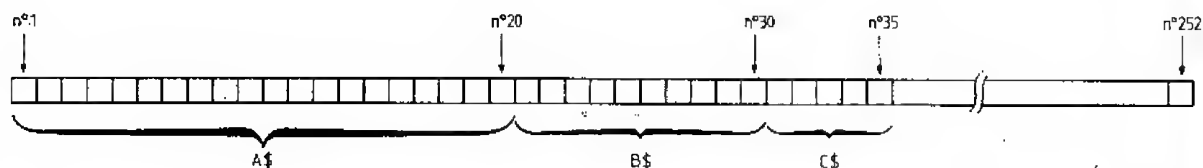

FIGURE 8. — Exemple d'affectation de chaînes de caractères au moyen de FIELD.
- FIELD # 1, 20 AS A\$, 10 AS B\$, 5 AS C\$ associera la variable A\$ aux 20 premiers caractères du buffer du canal 1, B\$ aux 10 caractères suivants, C\$ aux 5 caractères suivants comme schématisé figure 8. Les caractères restant dans le buffer ne seront pas affectés et seront, de ce fait, inaccessibles. Chaque définition de FIELD pour un buffer donné annule et remplace toute définition précédente éventuelle. De même, lorsqu'un FIELD a été défini, peu importe que le contenu du buffer change, le FIELD s'appliquera aux dernières valeurs présentes dans le buffer.